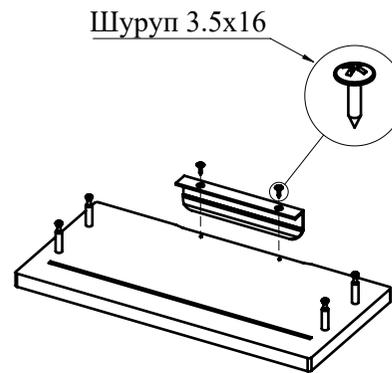

Рис.5
4. С помощью шурупов 3,5х16 закрепите ручки на деталях 9 (4 шт.) (Рис. 5).